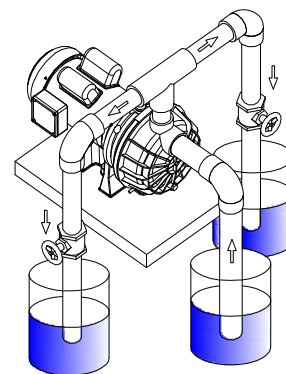

Figure 3
1. Raccorder le tuyau d'aspiration au point moteur (voir Figure 3). Garder le tuyau horizontal le plus court possible. Utiliser du ruban téflon sur les filets mâles du tuyau. Multiples points de puits peuvent être nécessaires pour fournir suffisamment de l'eau à la pompe.